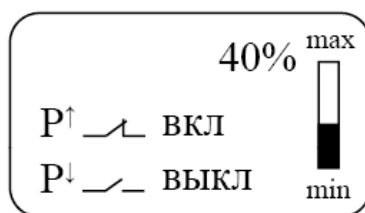

Рис.3 – Основное меню. Отображение информации об уровне заполнения и о состоянии реле
2.2.1 Отображение информации. Датчики ДНЕ имеют OLED- индикатор, расположенный под крышкой, который выводит информацию о уровне заполнения ёмкости и о состоянии выходных реле (рис. 3).